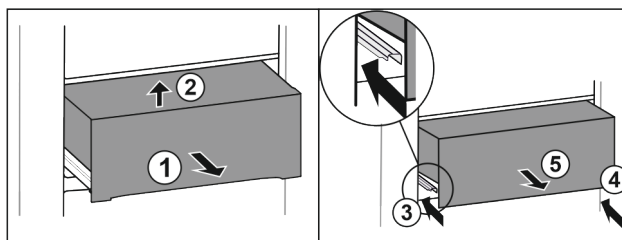

Fig. 24
- Zásuvku napůl vytáhněte Fig. 24 (1).
- Vpředu nadzvedněte Fig. 24 (2).
- Zasuňte levou kolejničku Fig. 24 (3).
- Zasuňte pravou kolejničku Fig. 24 (4).
- Zásuvku odeberte směrem dopředu Fig. 24 (5).